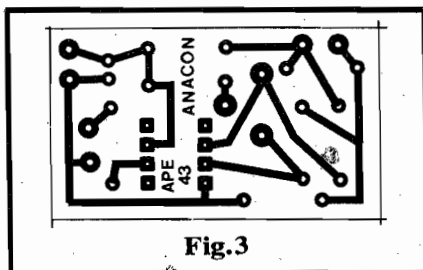

Fig.3
- **FIG. 3 - O LAY OUT DO CIRCUITO IMPRESSO** - Uma "caquinha" de tão pequeno! A figura mostra o padrão cobreado de ilhas e pistas a ser utilizado na confecção do Impresso... Devido ao seu pequeno tamanho e extrema simplicidade, o Leitor não encontrará nenhuma dificuldade na elaboração da placa. Quem for ainda muito "verde" no assunto, deverá